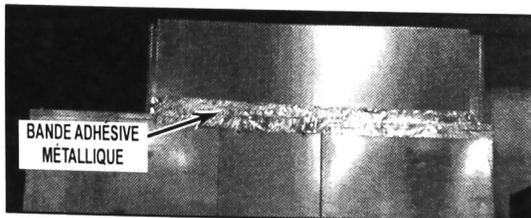

FIGURE 28
27. Coller la bande adhésive métallique fournie dans la trousse à l'emplacement illustré en Figure 28. Il est impératif de placer cette bande correctement pour que la circulation d'air soit correcte.